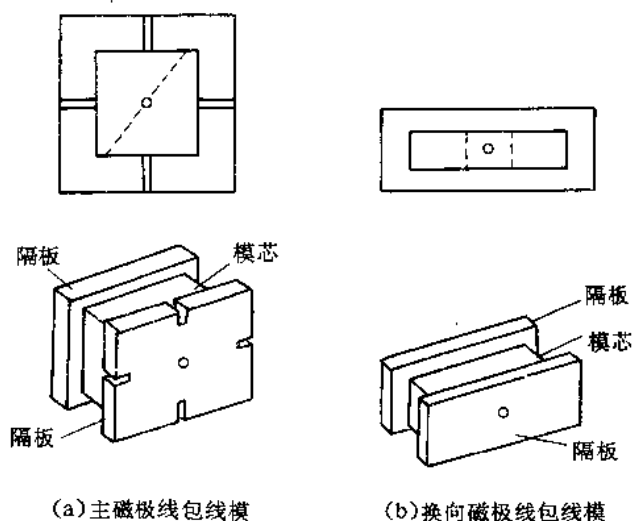

图 1-13 直流电动机磁极线包绕线模
(1) 磁极线包绕线模 磁极线包的绕线模是由两块隔板和一块模芯组成。模芯为长方形四棱柱体或为正方形四棱柱体,如图 1-13 所